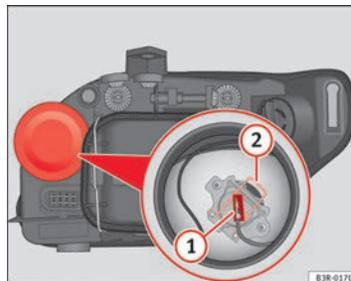

Fig. 197 Luz de carretera
- Extraiga el conector ⇒ fig. 197 (1) de la lámpara.
- Presione el resorte ⇒ fig. 197 (2) hacia dentro y hacia la derecha.